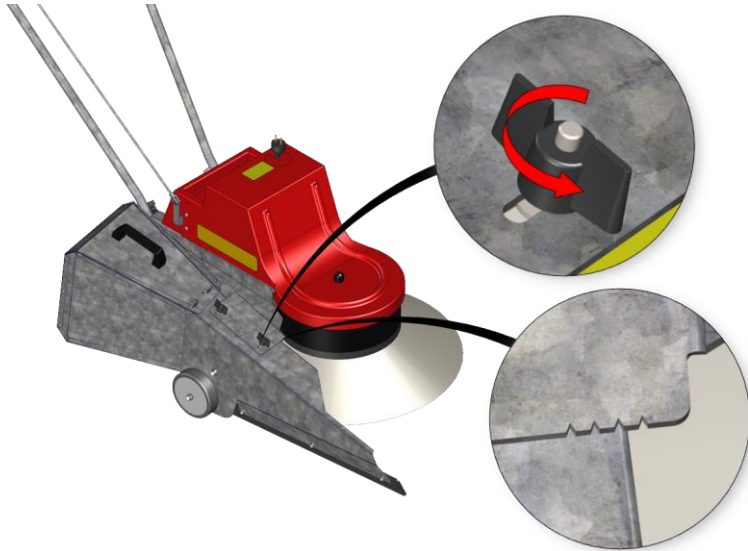

Abb. 62: Cleanbagverstellung
1. Die Flügelmuttern gemäß Abb. 62 leicht lösen.